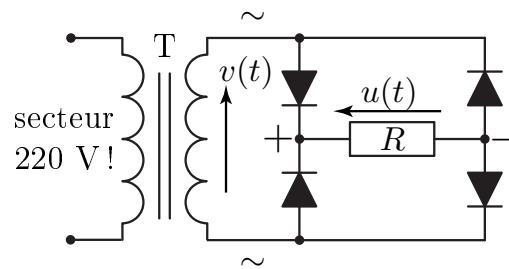

FIGURE 12.2 – Circuit de redressement double-alternance à pont de GREATZ, avec $R = 1 \text{ k}\Omega$ et T un transformateur 220/12 V, 100 VA.
- ☞ Câbler le montage représenté figure 12.2 en veillant à ne pas confondre les bornes alternatives (\sim) et les bornes continues (+, -).